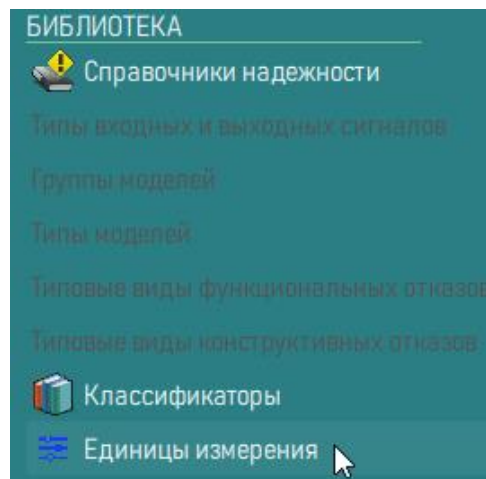

Рисунок 31 – Секция «Библиотека» кнопка «Единицы измерения»
3) На открывшейся панели в секции «Библиотека» нажать кнопку «Единицы измерения» (рисунок 31).